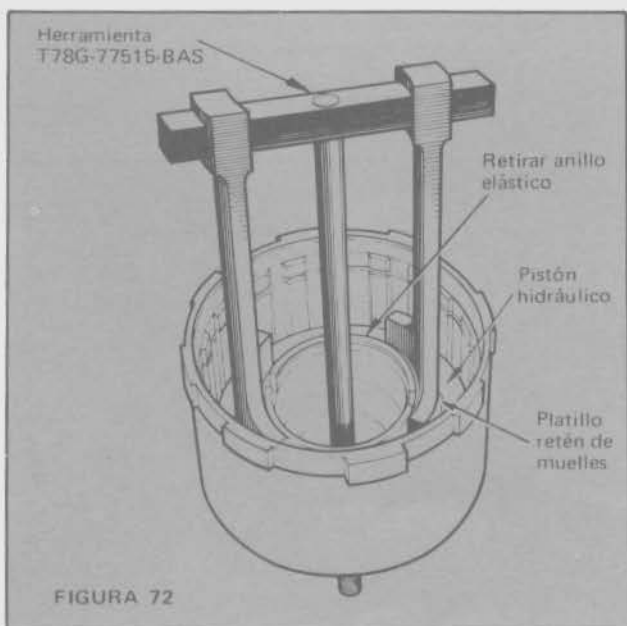

FIGURA 72
- Para retirar el pistón hidráulico se instala la herramienta T78G-77515-BAS, según se indica en la Figura 72.